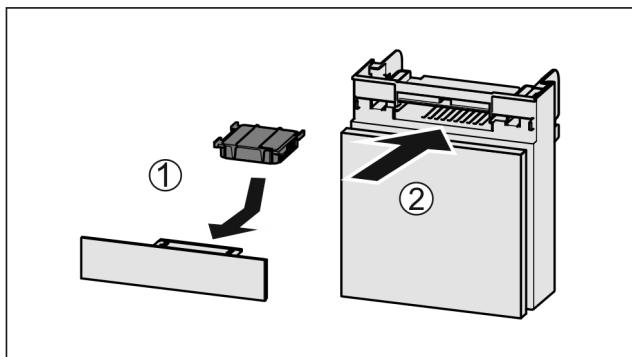

Fig. 173
- Вставити фільтр з активованого вугілля за малюнком Fig. 173 (1).
- Вставити відділення Fig. 173 (2).